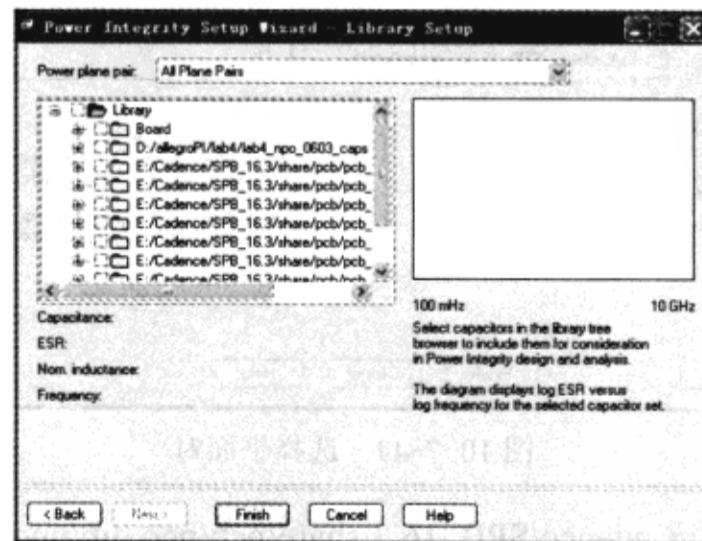

图 10-7-42 “Power Integrity Setup Wizard-Library Setup” 对话框
(3) 在“Power Integrity Setup Wizard-Library Format”窗口中单击“Next”按钮弹出“Power Integrity Setup Wizard-Library Setup”对话框，如图 10-7-42 所示。